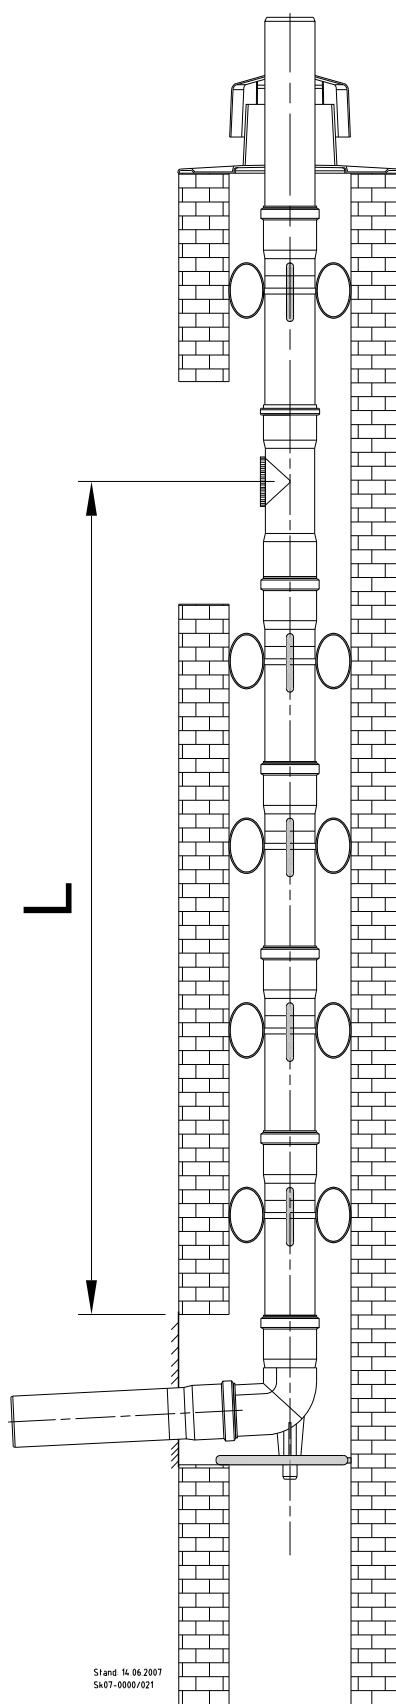

Fig. 77 : Système de cheminée, rigide, pour déterminer la valeur d'écartement L
- déterminer la cote L (cf. Fig. 77) entre l'arc d'appui et la pièce de révision
- les tuyaux de gaz d'échappement verticaux d'une longueur de 2 m sont munis de la technologie « anneau d'arrêt » (cf. Fig. 77). Cette technique de liaison sécurise les extrémités des tuyaux pour le montage contre toute instabilité.